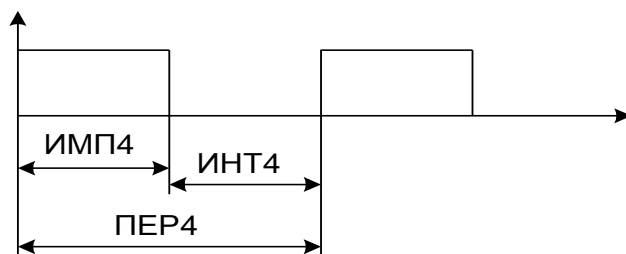

Рисунок 1.
- 4-х кратным кратковременным нажатием кнопки «ВЫБОР» включить прибор в режим измерения кода и периода последовательности ИНТ4, ИМП4, ПЕР4 (рис.1) с входным напряжением 220 В переменного тока 50 Гц;